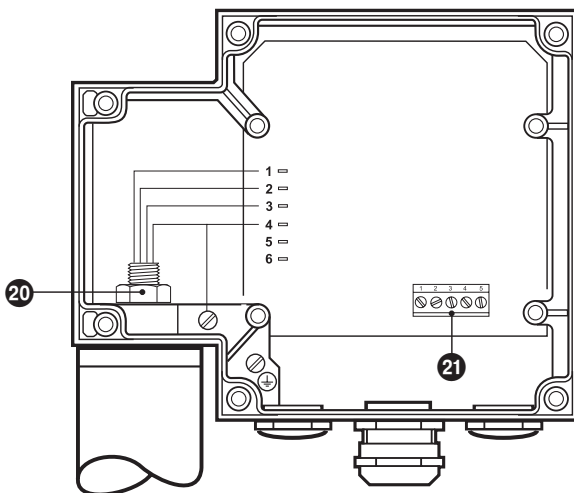

Fig. 13
2. Mutter ⑳ mit 19er Maulschlüssel lösen. Nicht abschrauben! **Fig. 13**